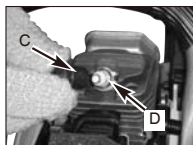

Fig. 18B
3. Decuplați cablul conector (C) de la bujie (D) prin tragere și răsucire simultană (Fig. 18B).